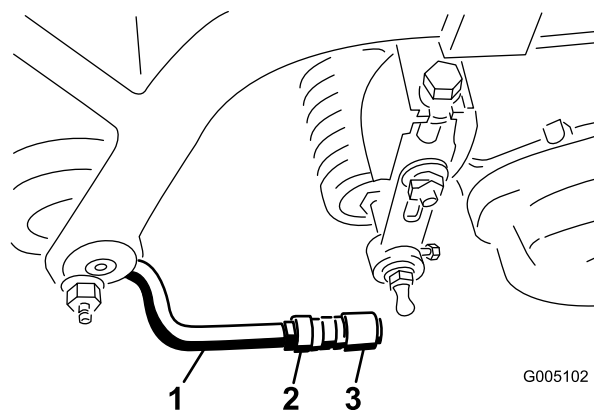

Figura 10
- Allineate gli attacchi nei giunti sferici in modo che la parte aperta dell'attacco sia centrata verso il prigioniero a sfera. Serrate i controdadi per fissare gli attacchi in posizione (Figura 10).